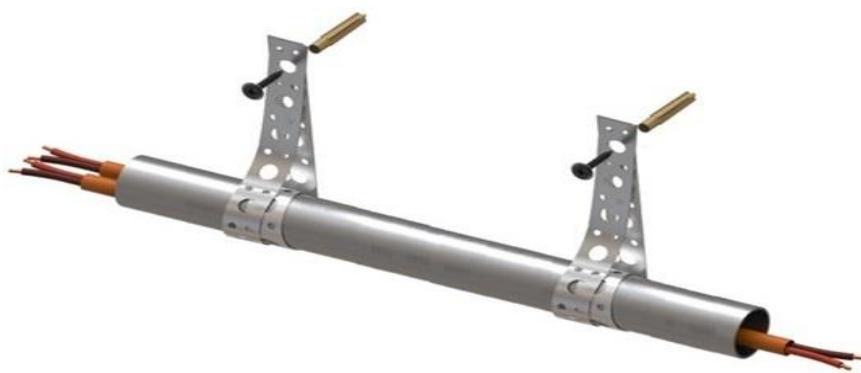

Рис. 3.6.1 Крепление трубы при помощи ленты перфорированной
Пример использования ленты перфорированной представлен на рис.3.6.1.
2. В обхват конструкций с использованием ленты перфорированной (рис. 3.6.1) и комплекта соединительного 6x10 (винт M6 + гайка M6 со стопорным бортиком);